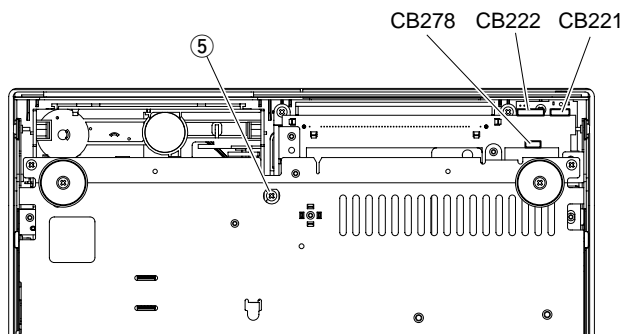

Fig. 3
- Remove 1 screw ( ⑤ ) in Fig. 3.
- Remove connectors CB221, CB222 and CB278 in Fig. 3.
- ⑤のネジ1本を外します。( Fig. 3 )
- コネクタ-CB221、CB222、CB278を外します。( Fig. 3 )